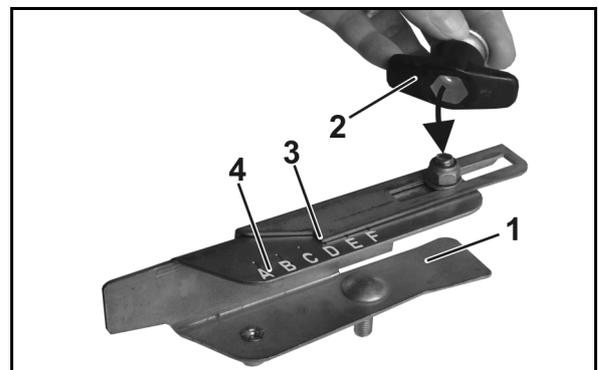

図 79
3. 偏向板外側パーツ (図 79/1) のねじ接続部を蝶ナット (図 79/2) の六角穴で外します。
4. 読み取りエッジ (図 79/3) は散布表に従い、目盛り (図 79/4) の文字に設定し、ねじ接続部を再び締め付けます。